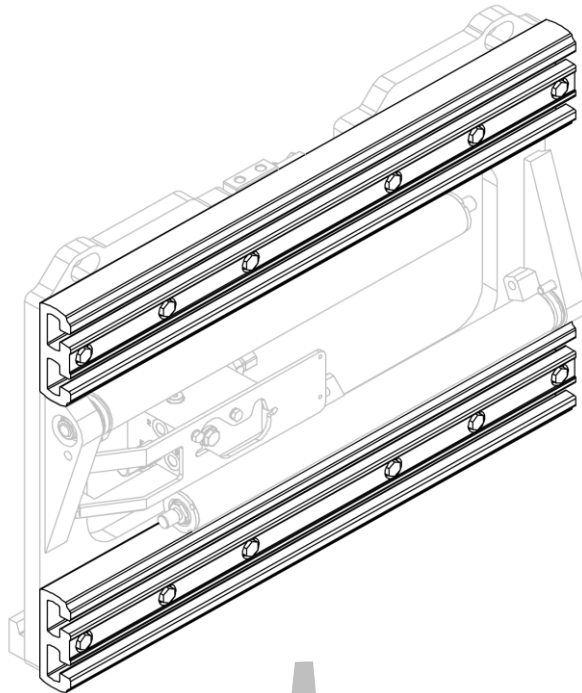
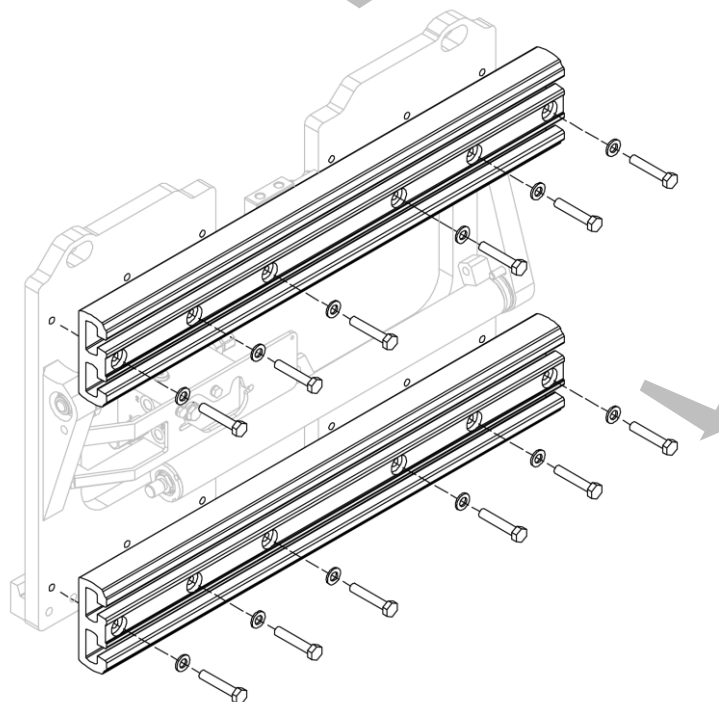

Figura 29
Figura 30
2. Rimuovere, uno per volta, i profili in alluminio dopo aver svitato le apposite viti (vedi *Figura 29* e *Figura 30*).